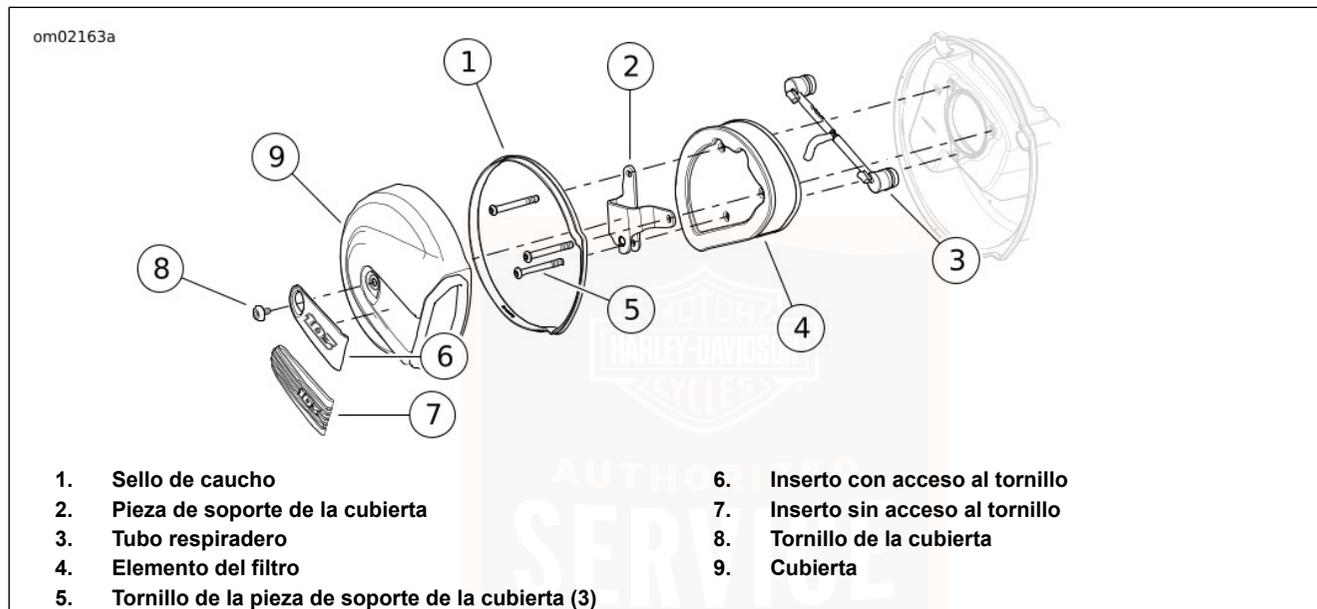

Figura 55. Conjunto del depurador de aire
1. **Modelos sin acceso para el tornillo:** Vea Figura 55. Jale el borde delantero del inserto (7) para extraerlo.
2. Extraiga el tornillo (8) y la cubierta del depurador de aire (9) con el sello de caucho (1).
3. Extraiga los tres tornillos (5) para liberar la pieza de soporte de la cubierta (2) del elemento del filtro (4).
4. Extraiga el elemento del filtro jalando el tubo respiradero (3) del agujero en el lado interior.
1. Vea Figura 55. Instale el tubo respiradero (3) en los pernos del respiradero.
3. Coloque el elemento del filtro (4) en la contraplaca con el lado plano en la posición de las 4 horas del reloj.
4. Instale la pieza de soporte de la cubierta (2) con los tornillos (5). Ajuste a 12,2–14,9 N·m (108–132 **in-lbs**).
5. Compruebe que el sello de caucho (1) no esté dañado y que esté asentado correctamente alrededor del perímetro de la cubierta del depurador de aire (9).
7. **Modelos sin acceso para el tornillo:** Asegure el inserto (7).